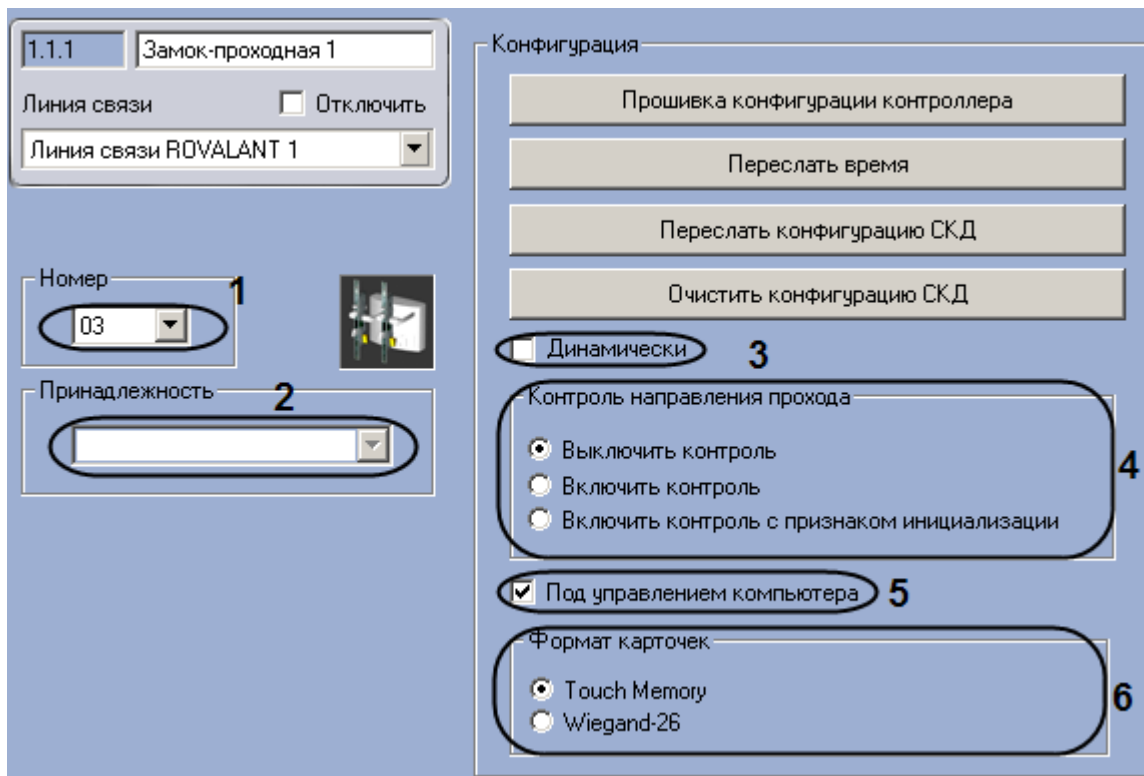

Рис. 3.4—14. Настройка замка-проходной
2. Выбрать аппаратный адрес замка-проходной из раскрывающегося списка **Номер** (см. Рис. 3.4—14, 1).
3. Выбрать объект **Сектор объекта охраны**, к которому относится данный замок-проходная, из раскрывающегося списка **Принадлежность** (см. Рис. 3.4—14, 2).